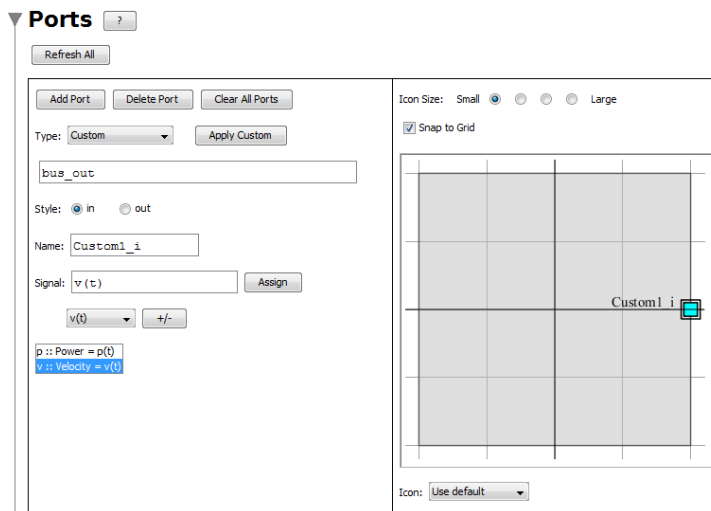

図6.10 カスタムポートの使用
10. このセクションの下部にあるドロップダウンメニューとリストボックスを使用して、Power 変数を $p(t)$ に、Velocity 変数を $v(t)$ に割り当てます。図6.10「カスタムポートの使用」に、テンプレートの完成したポートセクションを示します。